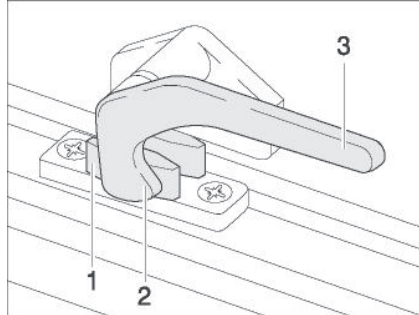

Bild 9 Verriegelungshebel in Stellung "geschlossen" (Abb. ähnlich)
- Den Verriegelungshebel (Bild 9,3) eine viertel Umdrehung zur Fenstermitte hin drehen.
- Den Verriegelungshebel (Bild 9,3) eine viertel Umdrehung zum Fensterahmen hin drehen. Die Verriegelungsnase (Bild 9,2) liegt auf der Innenseite der Fensterverriegelung (Bild 9,1).